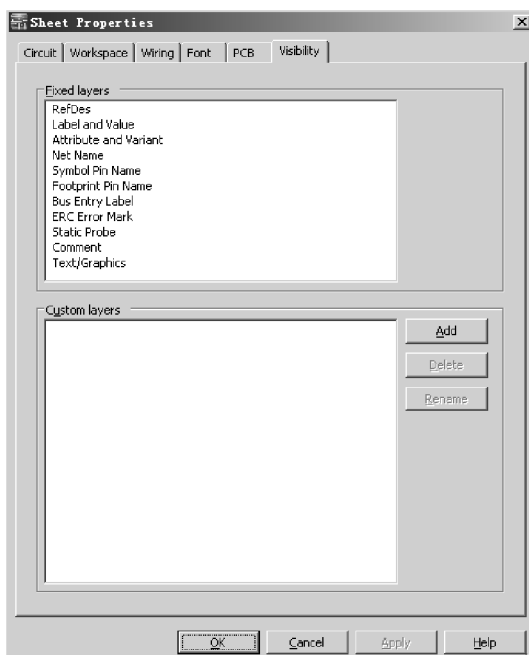

图 4-12 Visibility 标签页
(6) Visibility 标签页（可视性设置）：Visibility 标签页如图 4-12 所示。该标签页主要用于添加注释层及设置各电路层是否显示。